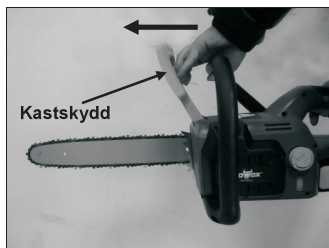

Bild 9
**⚠ VARNING:** Om det uppstår en nödsituation under driften, tryck handskyddet framåt för din personliga säkerhet. (Bild 9)